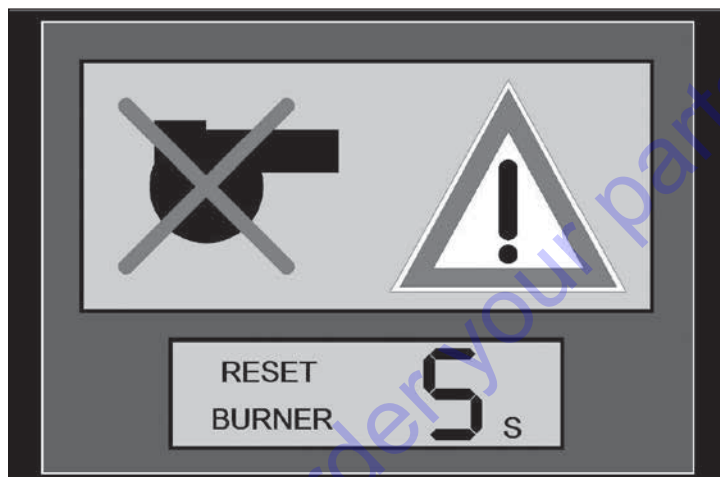

Figure 36
- Le processus de démarrage s'arrêtera et le module de contrôle affichera la panne, illustré sur la Figure 36.